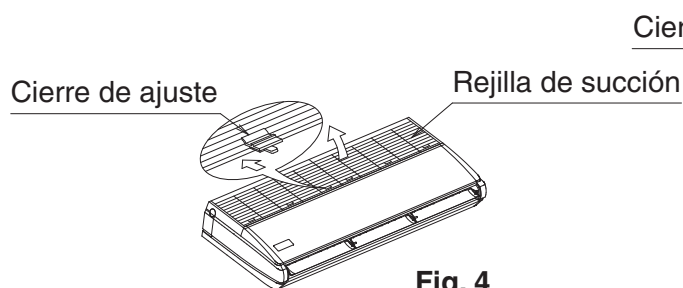

Fig. 4
- Deslice los cierres de sujeción de la rejilla de succión (tipo 35, 50: 2 puntos para cada uno, tipos 60~140: 3 puntos para cada uno) hacia atrás (en la dirección indicada por la flecha) para abrir completamente la rejilla de succión. **(Refiérase a la Fig. 4)**